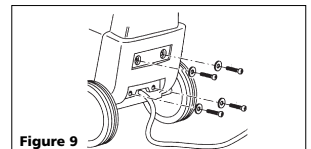

Figure 9
10. Fixer le manche noir avec les vis et rondelles comprises (Figure 9).